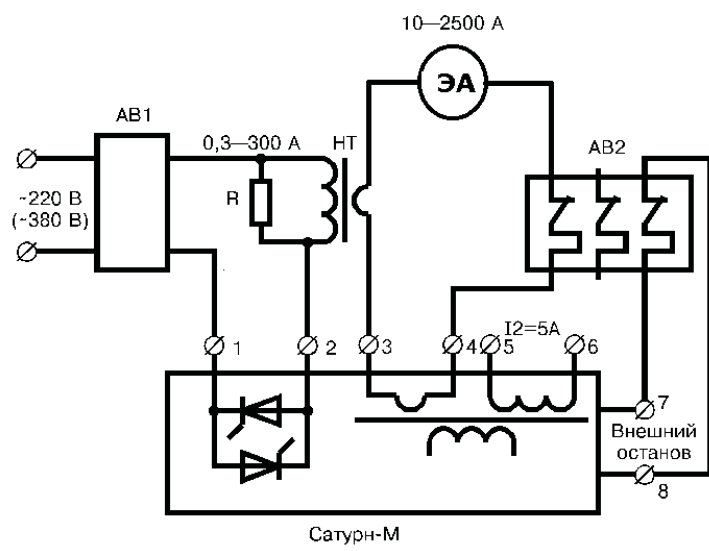

Рис.1 Схема соединения приборов при контроле измерения силы тока
- для опробования в режиме измерения силы тока собрать схему рис.1, отличающуюся от схемы проверки автоматических выключателей с нагрузочным трансформатором и остановом секундомера от резервных контактов АВ2 при использовании встроенного трансформаторов тока (рис.8 основного текста) включением в измерительную цепь устройства «Сатурн-М» эталонного амперметра ЭА;
Соберите схему согласно рис.1, выполните подготовительные операции согласно требованиям п.6.2.1.